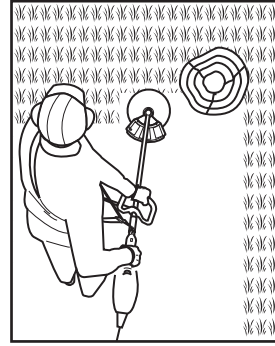

Fig. 21
5. Mișcă produsul lent și constant formând un arc de la stânga la dreapta, apoi adu-l înapoi în poziția inițială și tunde următoarea zonă (Fig. 21).